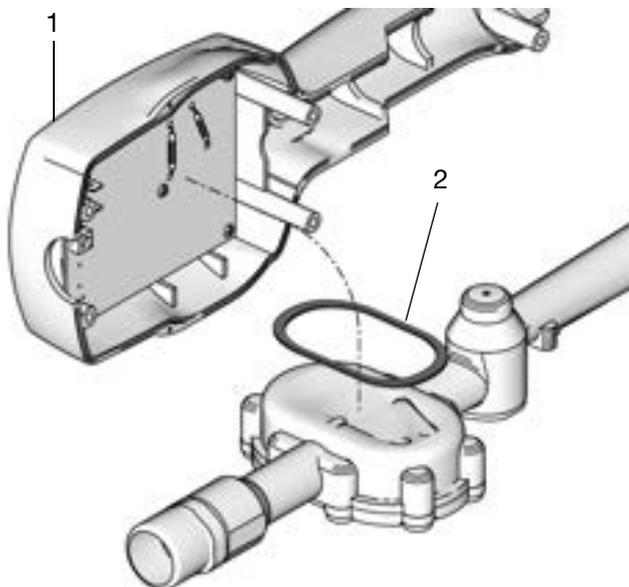

FIG. 4
Il est important de placer correctement le joint (2) quand vous installez la commande électronique (1) sur la section fluide (FIG. 4).